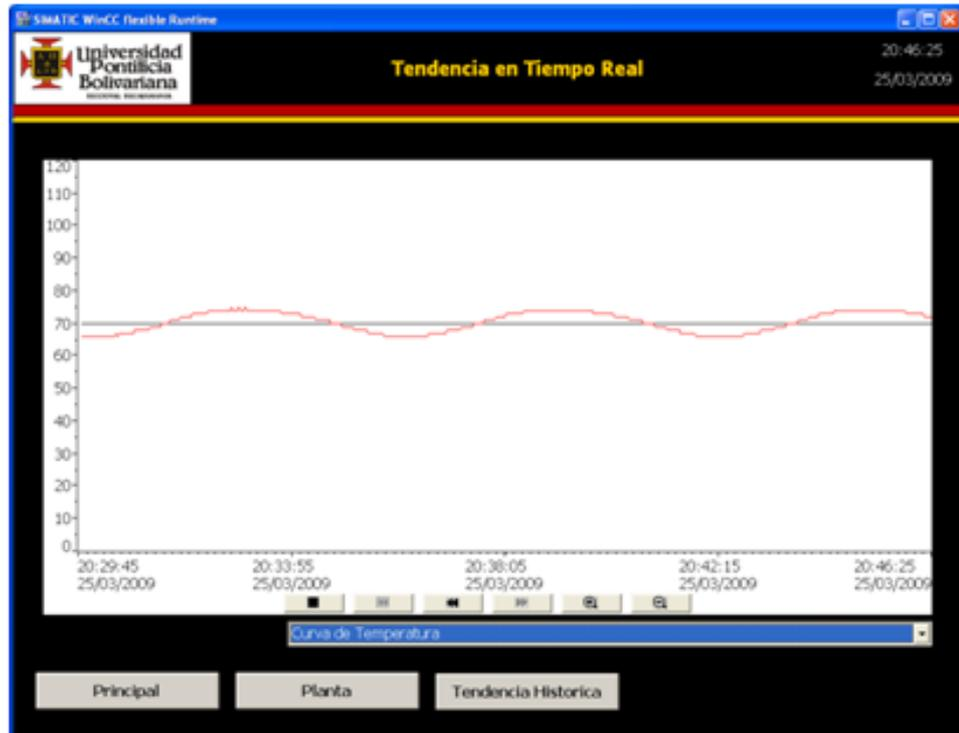

Figura 157: Curva de Temperatura [17]
- **Temperatura.** Se definió un Set Point de 70 °C para esta prueba representado por la línea negra. La línea roja representa el estado de la señal de temperatura de la semilla en la tolva. (Ver figura 157)